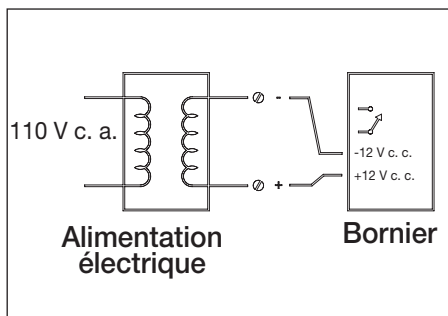

Figure 10
7. Procéder au câblage (le fil est fourni par l'installateur. Du fil de thermostat est acceptable) entre le connecteur de la carte de circuit imprimé verte et l'alimentation électrique, en respectant la polarité, comme illustré sur le module d'alimentation et le panneau de contrôle. [+ vers + et - vers -] **Figure 10**